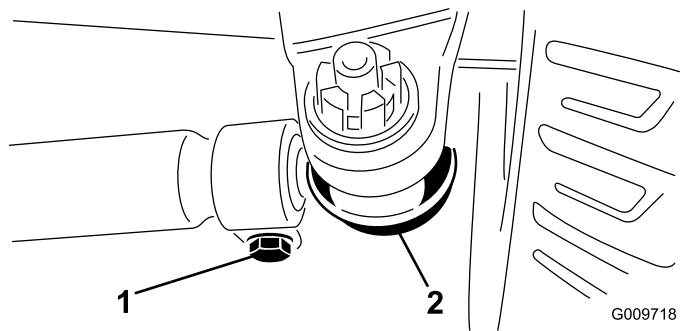

Figura 114
- Para ajustar la convergencia, retire la chaveta y la tuerca de cualquiera de las rótulas de la biela (Figura 114).
- Afloje las abrazaderas en ambos extremos de las bielas (Figura 114).
- Gire la rótula retirada una (1) vuelta completa hacia dentro o hacia fuera.